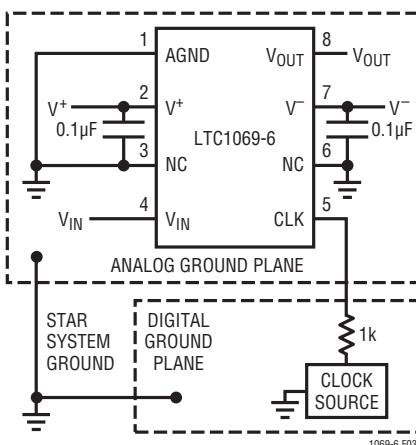

図3. 両電源動作用の接続
**V+, V- (ピン2, 7)**: 電源ピン。V+ (ピン2) と V- (使用する場合はピン7) は、0.1μFのコンデンサで適切なアナログ・グランドにバイパスしなければなりません。フィルタの電源は他のデジタル電源や高電圧アナログ電源から絶縁する必要があります。低ノイズのリニア電源を使用することを推奨します。スイッティング電源を使用すると、フィルタのSN比が低下します。以前のモノリシック・フィルタとは異なり、どのような順序でも電源を印加できます。つまり、正電源を負電源よりも前に、あるいはその逆に印加することができます。図3に両電源動作用の接続を示します。